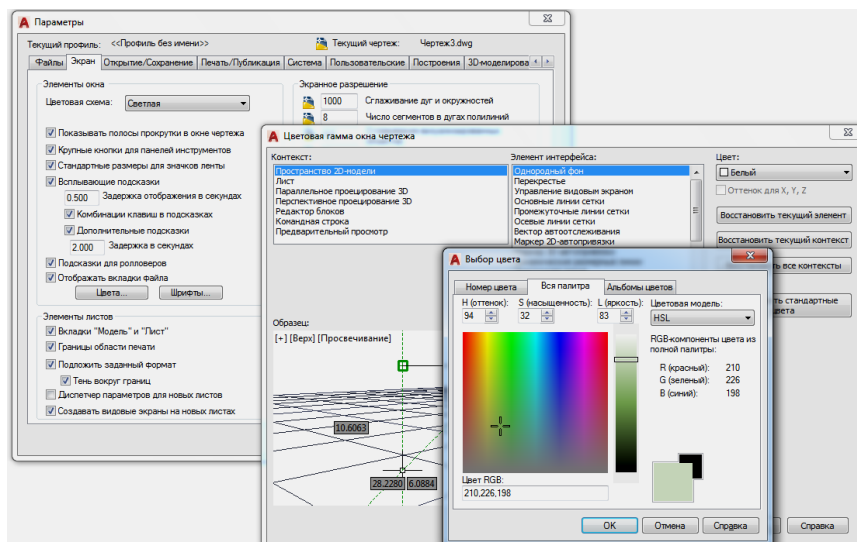

Рис. 11. Окно **Параметры...** программы AutoCAD
- в командной строке щелчок ПКМ позволяет вызвать окно **Параметры...** программы AutoCAD. В этом окне, открыв вкладку **Экран**, можно изменить цвет экрана, величину курсора и мишени (рис. 11);